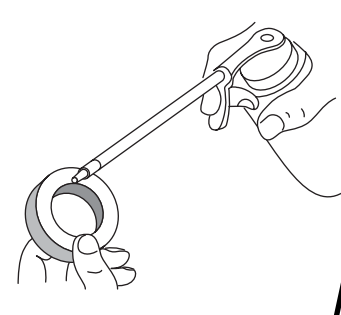

Fig. 26
4. Appliquez suffisamment d'huile SAE 30 propre pour enduire légèrement le filtre (Fig. 26).